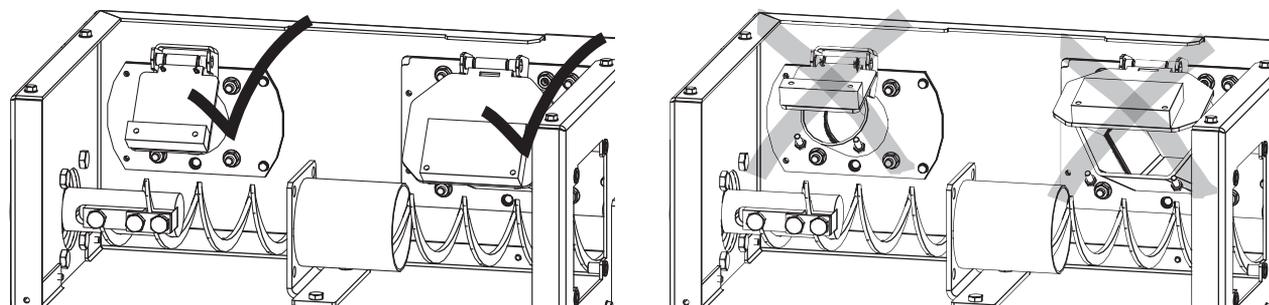

Fig. 78 Le bac de cendres du récipient de collecte doit être complètement aspiré, les volets doivent être en contact
- Aspirer complètement le bac de cendres du récipient de collecte. Les deux volets (Fig. 78) doivent être complètement en contact après l'aspiration pour éviter que de l'air parasite ne soit aspiré. **Remarque : NE PAS aspirer les tuyaux au niveau des clapets !**